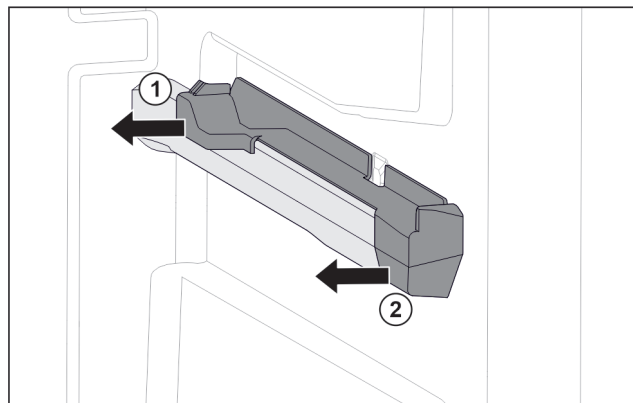

Fig. 41 Násuvný diel na pravom rebre nádoby
- Stiahnite násuvný diel vzadu do strany. Fig. 41 (1)
- Stiahnite násuvný diel vpredu do strany. Fig. 41 (2)